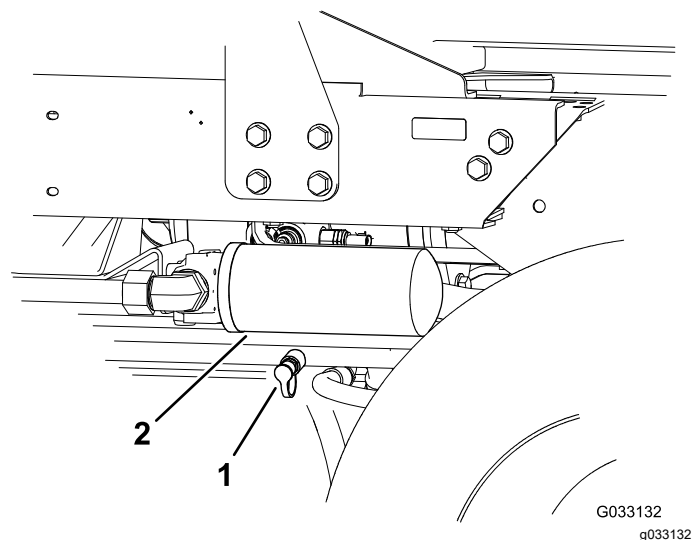

Figure 64
2. Branchez un flexible hydraulique entre le raccord de diagnostic monté dans le collecteur de déplacement arrière et la prise d'essai de pression de déplacement en marche arrière (Figure 64).